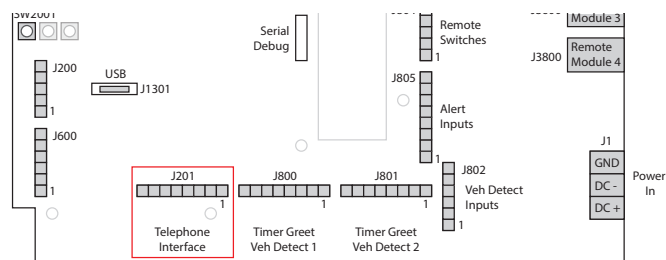

Fig. 11.4
4. Abra la estación base y conecte el cable de interfaz de la estación base incluido desde el puerto RJ45 del TI7000 a J201 en la PCBA de la estación base (consulte la Fig. 11.4 para ver la ubicación de J201 y y vea la tabla J201 en la página 4 para ver las descripciones de los pines si es necesario).